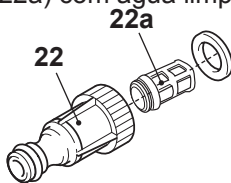

Fig. 24
- Desparafuse e remova o adaptador da mangueira de entrada de água (22) da entrada de água (6).
2. Desmonte o adaptador da mangueira de entrada de água (22) (Fig. 24).